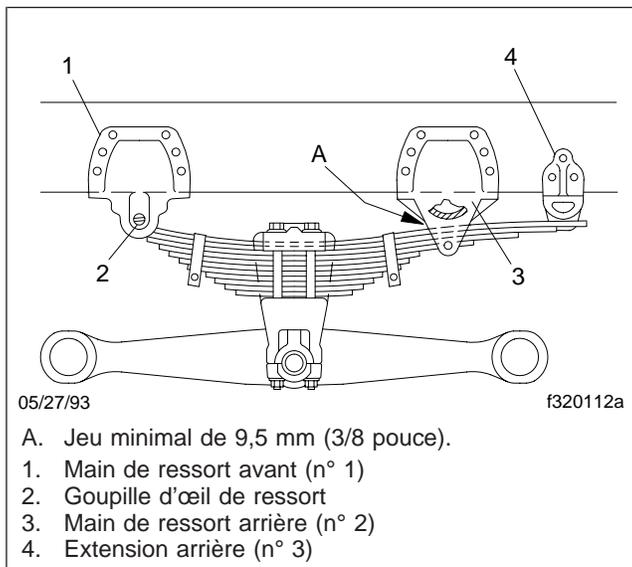

Fig. 6, Suspension à ressorts RTE déchargée
1. Inspectez les mains des ressorts pour voir s'il y a des signes d'usure au niveau des orifices des goupilles creuses, des cames et des pattes des mains des ressorts. Voir la **figure 6**.
Appliquez de la graisse pour châssis multiusage au niveau de l'embout de graissage de la goupille d'œil de ressort, situé sur le côté intérieur de la goupille d'œil, jusqu'à ce que la graisse propre apparaisse aux deux extrémités de la goupille d'œil de ressort. Voir la figure 6.